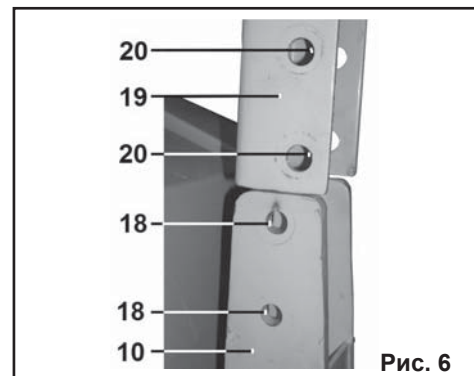

Рис. 6
8. Совместите отверстия (18) кронштейна (13) с отверстиями (20) кронштейна рукоятки управления (19) (Рис. 6).
7.1.2. Совместите отверстия (18) кронштейна (13) с отверстиями (20) кронштейна рукоятки управления (19) (Рис. 6).